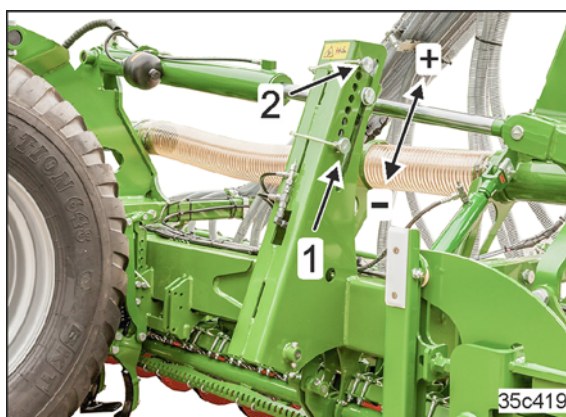

Fig. 182
- o se amplasează în poziție flotantă (Fig. 182/1).
- o presurizați prin acționarea unității de comandă *albastre* (Fig. 182/2).
- Brăzdarele lucrează cu forță de apăsare normală (Fig. 182/1).
- Brăzdarele lucrează cu forță de apăsare ridicată (Fig. 182/2).